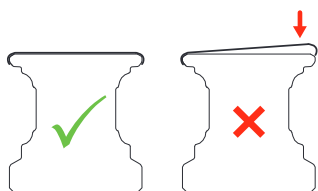

Рис.1.5 Пример правильного и неправильного монтажа
- ▶ Для этого сначала нажмите на сгиб защитной ленты на контрольной стороне направляющей. Затем нажмите на второй сгиб защитной ленты, начиная с передней стороны, до тех пор, пока защитная лента не окажется заподлицо с верхней стороной профильной направляющей, см. Рис. 1.5